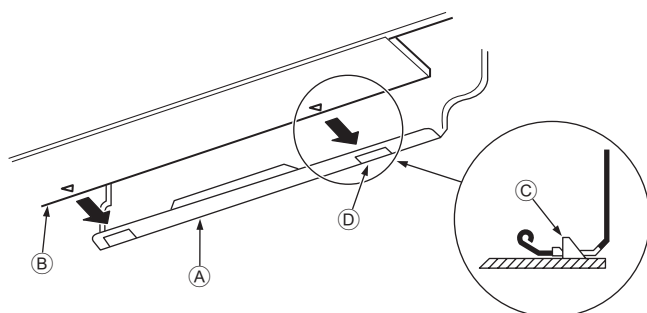

Рис. 3-10
5. Закрепите блок, вдвинув его нижнюю часть в монтажную плиту ⓐ. (Рис. 3-10)